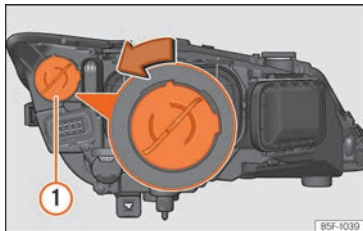

Abb. 56 Tagfahrleuchte.
- Drehen Sie den Lampenträger » **Abb. 56** ① nach links und ziehen Sie.